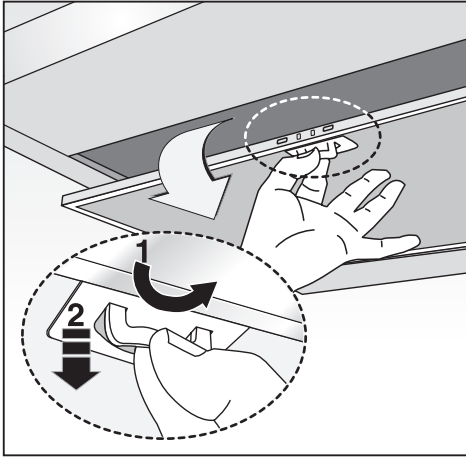

Fig.16
parte superiore deve essere all'esterno di quella inferiore. Non collegare lo scarico della cappa ad un condotto in cui circoli aria calda o utilizzato per evacuare fumi degli apparecchi alimentati da un'energia diversa da quella elettrica. Prima di procedere alle operazioni di montaggio, per una più facile manovrabilità dell'apparecchio disinserire i filtro/i antigrasso (Fig.16).
- Se il vostro apparecchio è dotato di camino decorativo inferiore che necessita di fissaggio al corpo cappa con le viti, rimuovere dalla cappa i filtri antigrasso agendo sulle apposite maniglie (Fig.16).